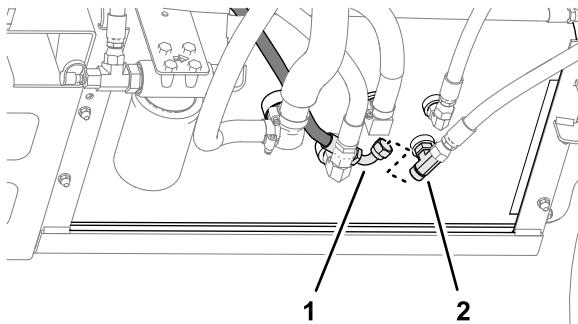

Figure 66
- Débranchez le flexible de retour pour la soupape de direction du raccord en T au bas du réservoir hydraulique (Figure 66).